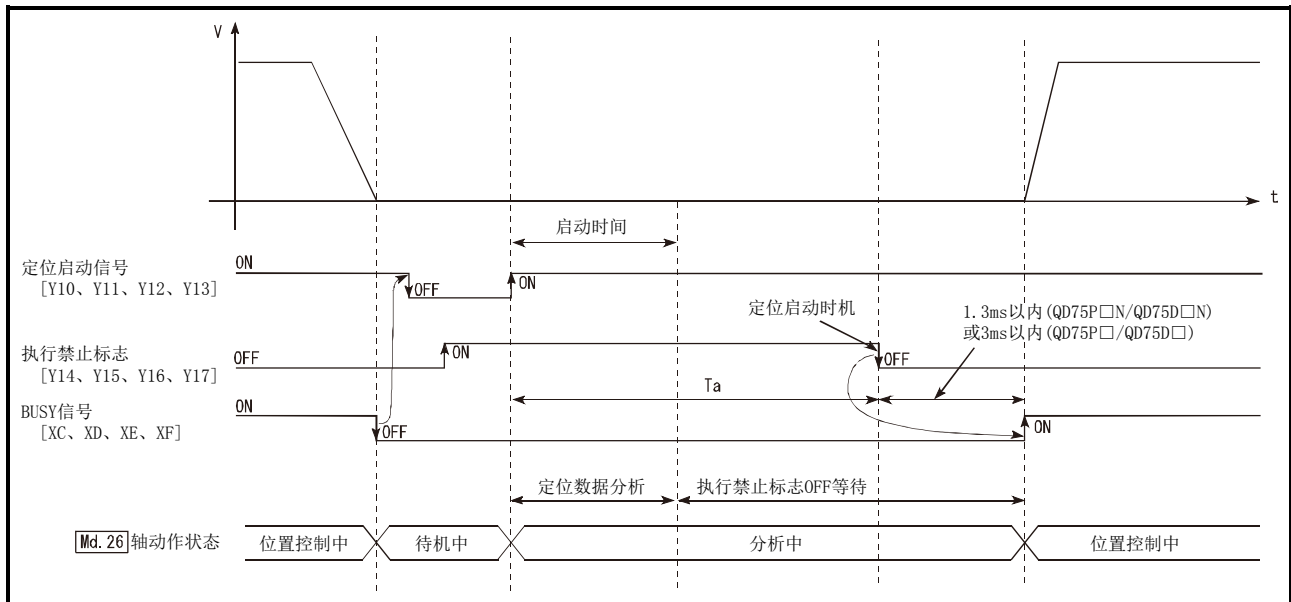

图12.52 预读启动功能的动作
对于预读启动功能，通过在执行禁止标志[Y14、Y15、Y16、Y17]ON的状态下将定位启动信号[Y10、Y11、Y12、Y13]置为ON，或者通过执行专用指令(ZP.PSTRT1、ZP.PSTRT2、ZP.PSTRT3、ZP.PSTRT4)来进行。如果在执行禁止标志ON的状态下进行定位启动，则只执行到定位数据分析为止，而不进行脉冲输出。在执行禁止标志ON期间“Md.26轴动作状态”将保持为“5:分析中”不变。执行禁止标志[Y14、Y15、Y16、Y17]变为OFF后，将在1.3ms以内(QD75P□N/QD75D□N)或3ms以内(QD75P□/QD75D□)开始输出脉冲，“Md.26轴动作状态”将变为符合各控制方式的状态(位置控制中、速度控制中等)。(参阅图12.52)
因此，在停止时间 T_w 期间对下一个数据进行预读启动。如果 T_w 的时间长度达到某个程度，该期间下一个数据的分析将结束，变为执行禁止标志OFF等待状态。因此，通过将2)的定位启动的时机替换为执行禁止标志OFF，在顺控程序中从轴动作请求ON开始至脉冲输出为止的时间可设置为1.3ms (QD75P□N/QD75D□N)或3ms (QD75P□/QD75D□)以下。(参阅图12.52)
- (1) 定位数据分析所需要的时间最多为7ms。
- (2) 定位数据分析后，变为执行禁止标志OFF等待状态。执行禁止标志OFF如果在等待状态中进行了定位数据的变更，变更数据将不会被存储。定位进行定位数据的变更时应在定位启动信号ON之前进行。
- (3) 定位启动信号变为ON之后，在定位数据分析结束之前执行禁止标志变为OFF ($T_a < \text{启动时间}$, T_a : 参阅图12.52)的情况下，预读启动功能无效。
- (4) 在“Cd.3定位启动编号”中通过预读启动功能可进行定位启动的数据No. 仅为No. 1~600。如果设置为No. 7000~7004, 9001~9004后执行预读启动功能、将变为出错“超出启动编号范围”(出错代码:543)状态。
- (5) 执行禁止标志的置ON必须在与定位启动信号同时或者在定位启动信号ON之前进行。在定位启动信号ON后的 T_a 期间即使将执行禁止标志置为ON，也可能无法执行预读启动。在执行禁止标志OFF的状态下进行定位启动(脉冲输出)后，即使将执行禁止标志置为ON预读启动功能也将无效。(在下一个定位启动时变为有效)